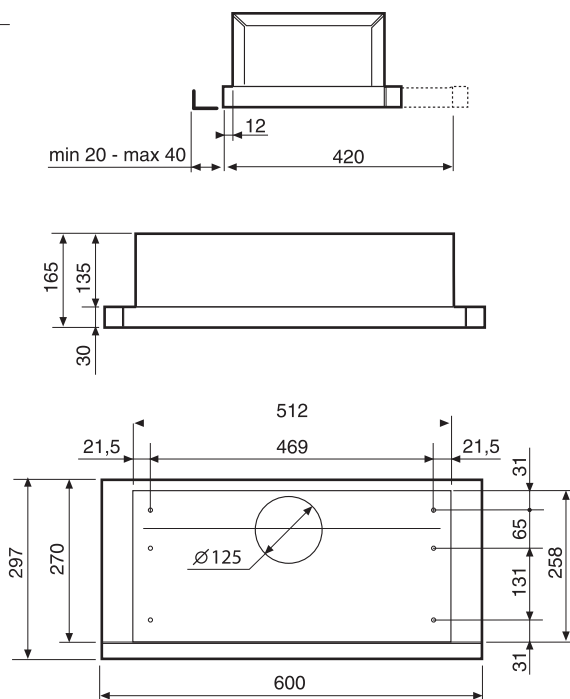

Fig. 1
- De gaten maken volgens het schema in fig. 1.